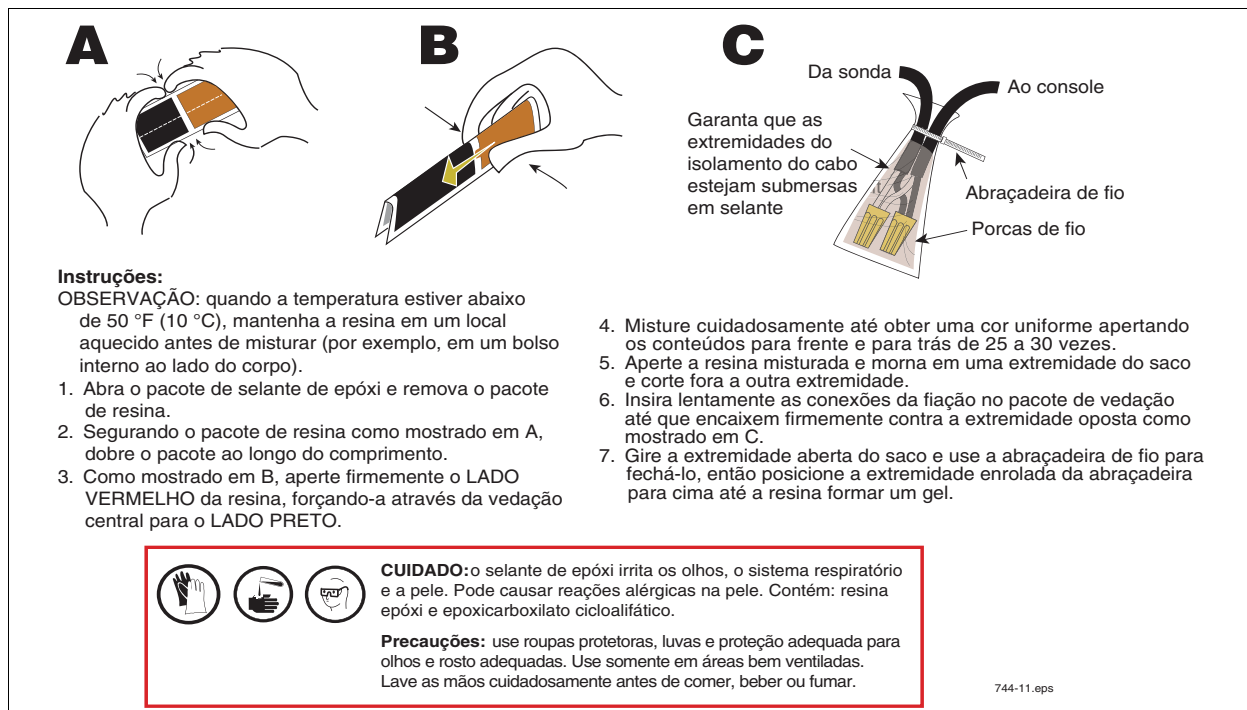

Figura 16. Selamento com epóxi das conexões de campo da sonda Mag Plus
3. Sele as porcas de fio com selante de epóxi seguindo as instruções na Figura 16.
Algumas instalações de sonda com fio que estão sujeitas a alta interferência podem exigir o protetor de circuito I.S. de canal duplo instalado entre a sonda e o console do TLS. Nessas instâncias, o protetor de circuito I.S. substitui a caixa de junção estanque e conexões com selagem de epóxi descritas na Figura 16.